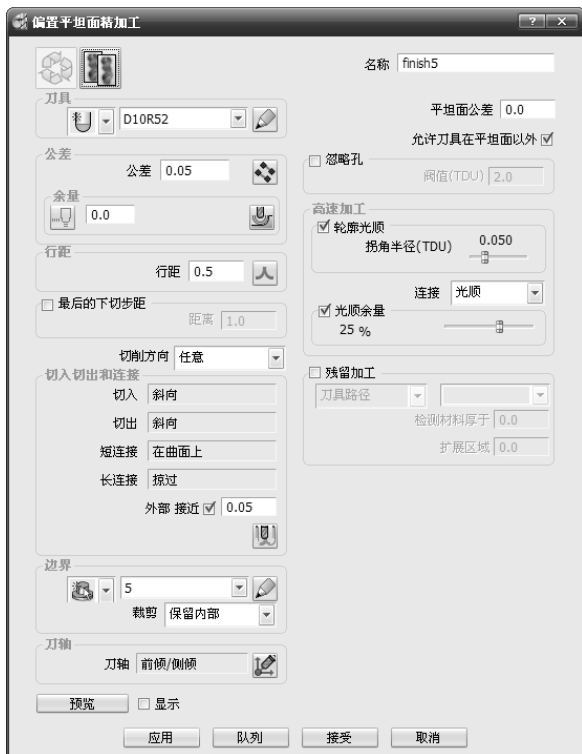

图 5-103 “偏置平坦面精加工”对话框
2) 在“偏置平坦面精加工”对话框中设置相关参数, 如图 5-103 所示。